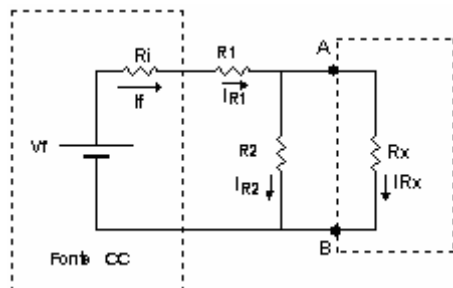

Figura 9 - Circuito a ser utilizado.
Com o circuito da figura 9, inicialmente realizar os cálculos para determinar as correntes em cada elemento do circuito e na fonte, conforme solicitado a seguir, e depois realizar as medidas necessárias para comprovar o estudo analítico realizado.
Com base no circuito da figura 9 determinar o que é solicitado abaixo.
- Justificar a razão pela qual se pode chamar o circuito apresentado na figura 9 de limitador de corrente;